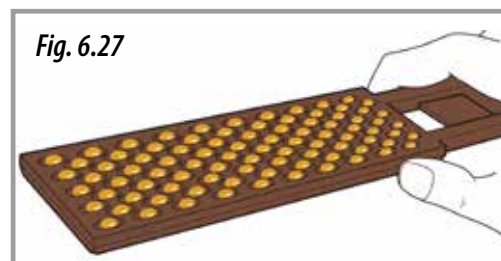

Fig. 6.27
- 1- Insérer le "compteur de grains" (Fig. 6.27) dans le sachet de semence pour le remplir.